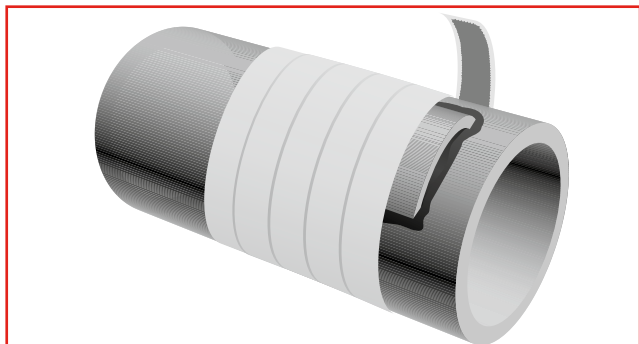

Figura 7. Envuelva el área reparada con una malla reforzada cuando se reparen tuberías pequeñas.
**4. Tuberías de alta presión** (>100 psi ó 0.70 mpa) prepare la tubería como se indico anteriormente. **Para tuberías con diámetro pequeño**, envuelva la reparación firmemente con una malla reforzada e impregnada con epóxico. Antes de que el epóxico endurezca, vuelva a recubrir y a dar forma a la reparación con una capa final de epóxico. (Vea la figura 7).